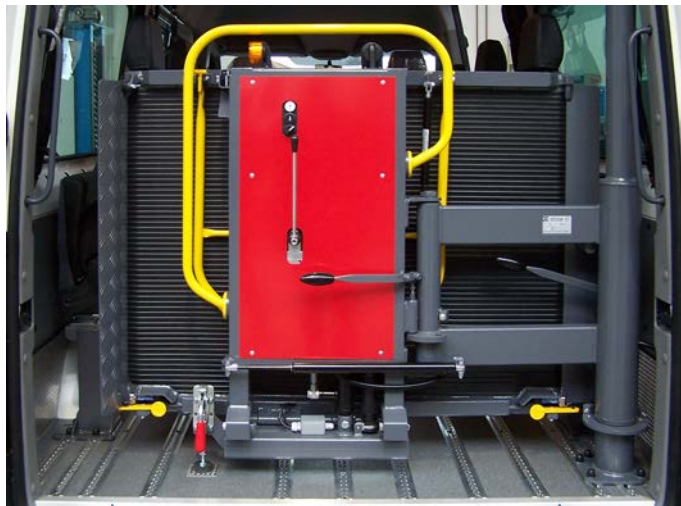

Abbildung 21: 0°-Position
- ⇒ Lassen Sie den Entriegelungshebel der Hauptschwenksäule (4) los.
- ⇒ Schwenken Sie das Hubwerk bis zum Anschlag in die 0°-Position (siehe Abbildung 21, Seite 35).